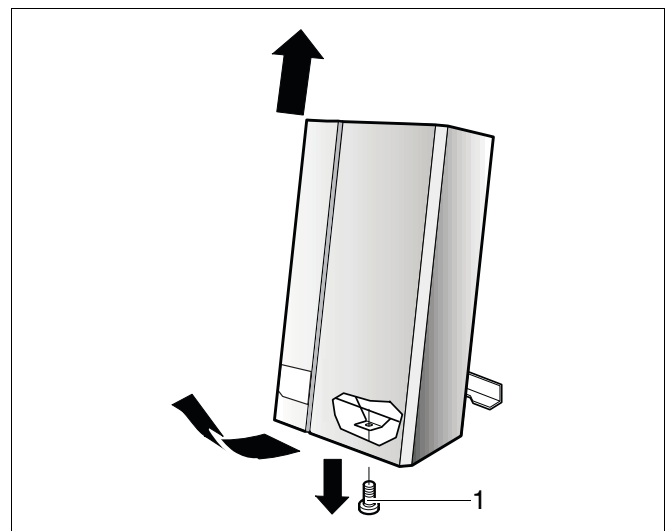

Abb. 3 Verkleidung abnehmen
- Halteschraube lösen (Abb. 3, Pos. 1).